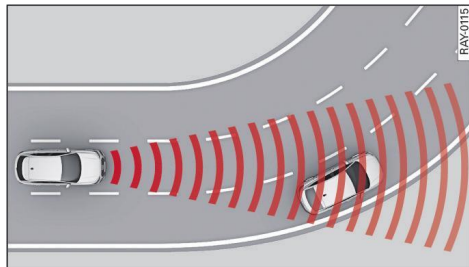

Fig. 102 Ejemplo: Entrar en una curva
- Si un vehículo ya detectado ① gira/abandona el carril, el sistema no puede reaccionar en todos los casos frente al vehículo parado que hay delante ②.
- Al entrar en una curva ⇒ *fig. 102* y al salir de una curva puede suceder que el sistema reaccione a un vehículo que circule por el carril de al lado y frene el propio vehículo. Esto puede contrarrestarse pisando brevemente el acelerador.